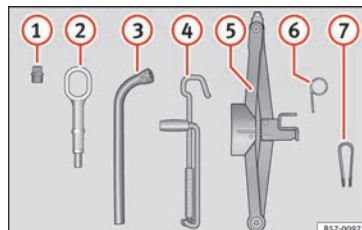

Fig. 70 Nel bagagliaio, sotto la copertura del piano di carico: attrezzi di bordo.
- Collocare la pinza di plastica (attrezzo di bordo » **fig. 70 ⑦**) sul cappuccio finché non si aggancia » **fig. 72**.